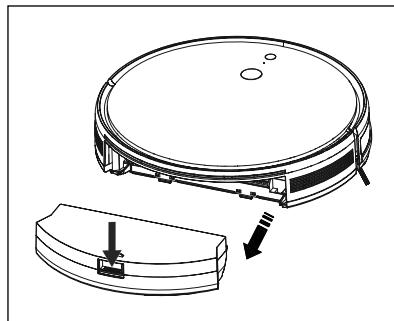

Fig. 7
- Ne rincez pas le filtre EPA **⑦** à l'eau. Le filtre EPA **⑦** risque d'être endommagé.
- 1) Appuyez sur la touche de déverrouillage **⑯** du bac à poussière **⑯** et tirez-le hors de l'appareil (voir fig. 7).